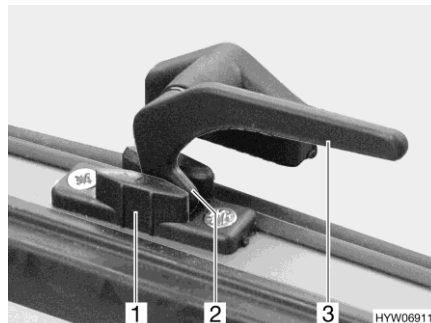

Bild 66 Låsarm (läget "kontinuerlig vädning")
- I läget "kontinuerlig vädning" (Bild 66)
- Sväng låsarmen (Bild 66,3) ett kvarts varv mot fönstrets mitt.
- Vrid tillbaka alla låsarmar. Därvid måste låsspaken (Bild 66,2) föras in i spåret på fönsterlåset (Bild 66,1).